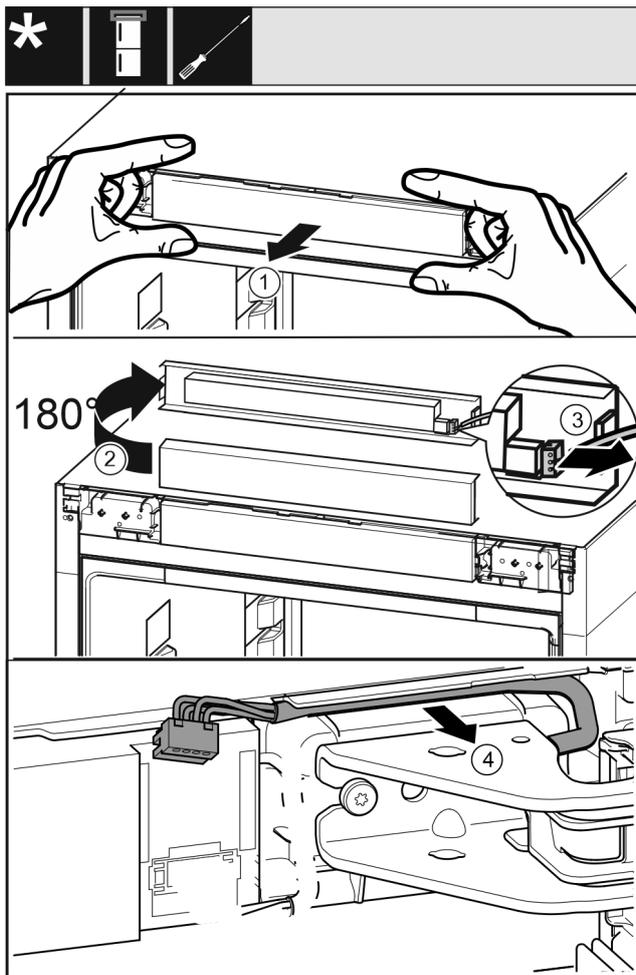

Fig. 20
- ▶ Allentare con cautela la maschera di comando Fig. 20 (1) in avanti.
- ▶ Ruotare la maschera di comando Fig. 20 (2) verso l'alto di 180°.
- ▶ Spingere il naso di arresto Fig. 20 (3) all'indietro ed estrarre con cautela la spina.
- ▶ Allentare con cautela il cavo Fig. 20 (4) dalla guida passando attraverso il blocco di supporto.